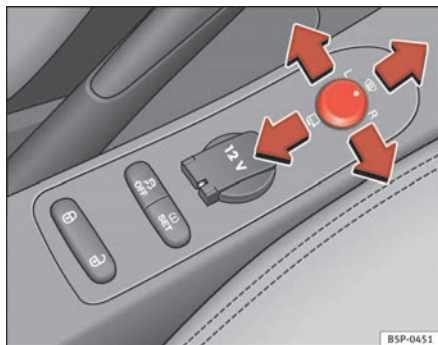

Fig. 90 Mando de los retrovisores exteriores
1. En primer lugar, gire el mando ⇒ **fig. 90** hasta la posición **L (retrovisor izquierdo)**.
- Gire el mando hacia delante, en la posición central ⇒ **fig. 90 ①**, para que los retrovisores térmicos se calienten y la función de cristal parabrisas calefactable* en la zona de reposo de las escobillas, quede activada. ⇒ página 131.
- Gire el mando ⇒ **fig. 90** hasta la posición para plegar los retrovisores exteriores. Para evitar daños en el vehículo, debería plegar los retrovisores exteriores siempre que utilice un túnel de lavado automático.